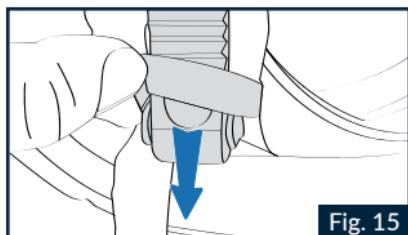

Fig. 15
1.1 Ouvrir la jugulaire (voir les instructions correspondantes) et extraire la sangle de la jugulaire du passant élastique situé sur la bandelette des mousses de joue (Fig. 15).
6.5 Insérer la sangle de la jugulaire dans le passant élastique situé sur la bandelette des mousses de joue (Fig. 15).